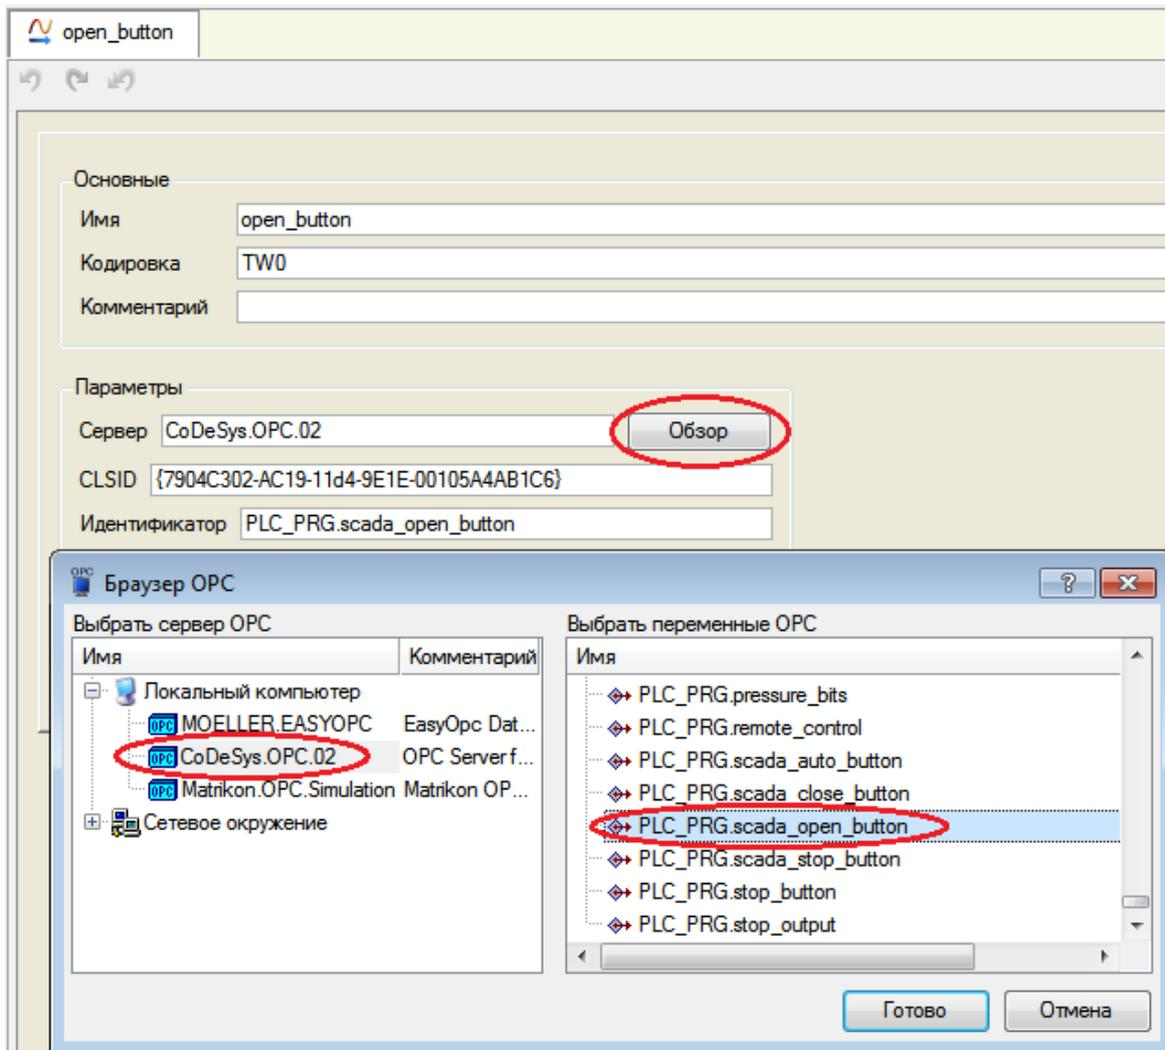

Рис. 72. Выбор тега символического файла в OPC сервере
- Сервер – CoDeSys.OPC.02 (выбирается кнопкой «Обзор» с последующим выбором тега символического файла, рис. 72);